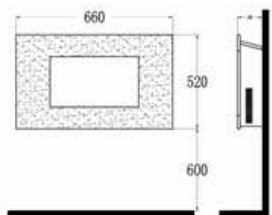

Fig. 3
- Een hoogte van 600 mm van de onderkant van de kachel tot de vloer is aanbevolen, voor een optimaal zicht op de vlammen (zie afb. 3 voor de aanbevolen bevestigingsafmetingen).